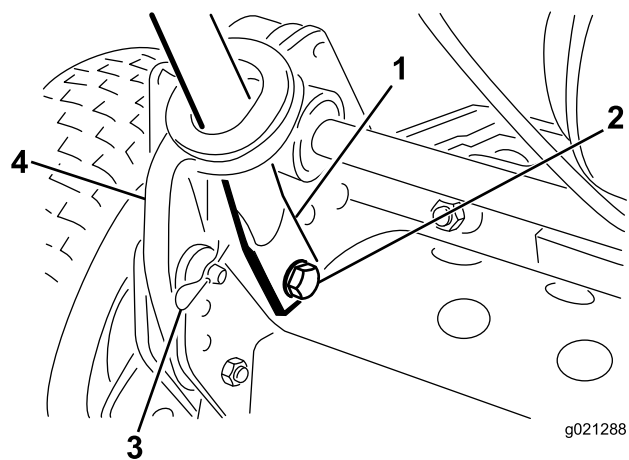

図 3
4. ハンドルの端を内側にたわめながら、取り付けピンに通す 図 3。
5. 先ほど外したボルト、ワッシャ、ロックワッシャを使って、ハンドルの端部を取り付けピンに固定する 図 3。
6. 先ほど取り外したヘアピンコッターとリングピンを使って、ハンドルアームをフレーム後部に固定する 図 3。